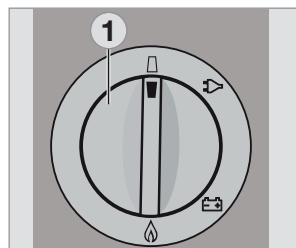

Fig. 31
- Per i modelli con accenditore a pila, mettere il selezionatore di alimentazione "1" sulla posizione "OFF". L'apparecchio è spento (Fig. 31).